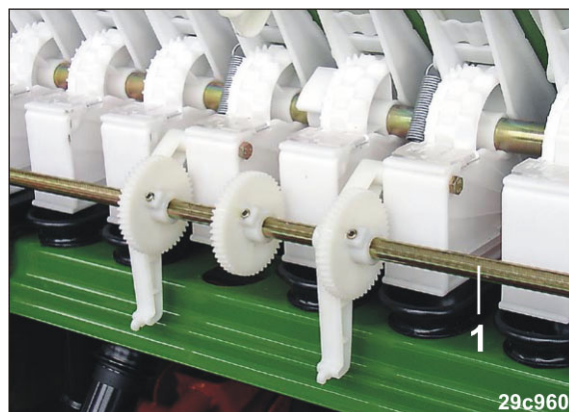

Рис. 122
3. Опустите вниз промежуточный вал (Рис. 122/1).